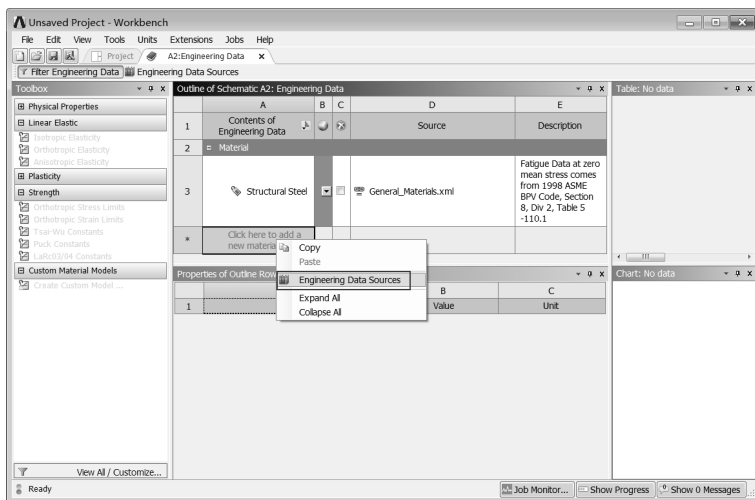

图 6-10 材料参数设置界面 2
Step2: 在界面的空白处右击, 在弹出的快捷菜单中选择 Engineering Data Sources(工程数据源) 命令, 此时的界面会变为如图 6-10 所示的界面。原界面窗口中的 Outline of Schematic A2: Engineering Data 消失, 被 Engineering Data Sources 及 Outline of General Materials 取代。